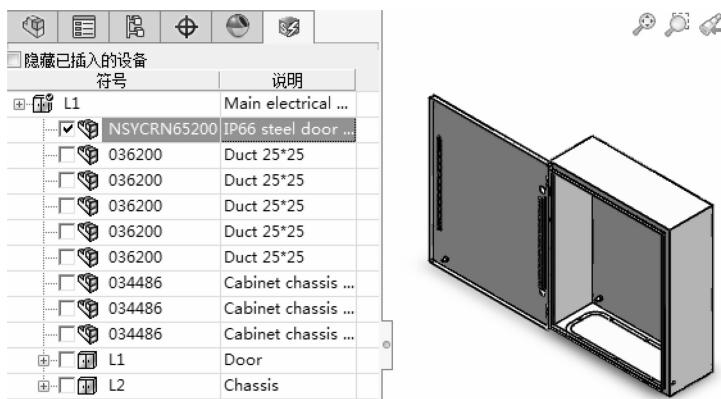

图 11-4 插入设备
**步骤 5 插入设备** 右击位置零件【NSYCRN65200】/【插入】，将设备放置在装配体中。设备名称左边会出现复选框，表示已经被插入到装配体中，如图 11-4 所示。